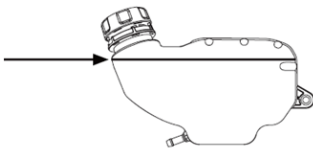

Рис. 8. Максимальный уровень топлива в топливном баке
Максимальный уровень топлива показан на Рис. 8.
3. Залейте бензин в топливный бак при помощи специальной емкости или воронки до уровня, показанного на Рис. 8.